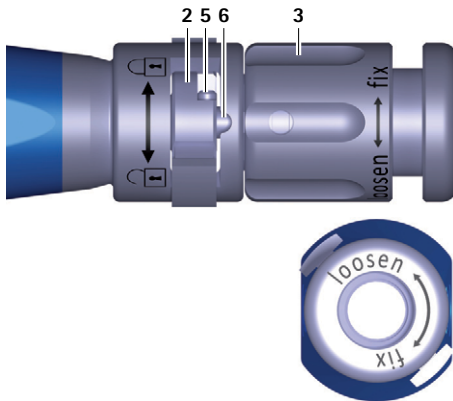

Рис. 1 Детальное изображение установочного инструмента, переключатель в открытом положении
- Повернуть поворотную гайку 3 на установочном инструменте А против часовой стрелки (направление "loosen" ("вперед")), чтобы продвинуть стержень 6 вперед, см. Рис. 1.
- ▶ Повернуть переключатель **2** влево (направление  $\text{↶}$ ), см. Рис. 1.
- ▶ Повернуть переключатель 2 влево (направление , см. Рис. 1.
- ▶ Проверить положение для подсоединения установочного инструмента А, см. Рис. 1.
- ▶ Поворачивать поворотную гайку 3 против часовой стрелки (направление "loosen" ("вперед")), чтобы продвинуть стержень 6 вперед, см. Рис. 1.